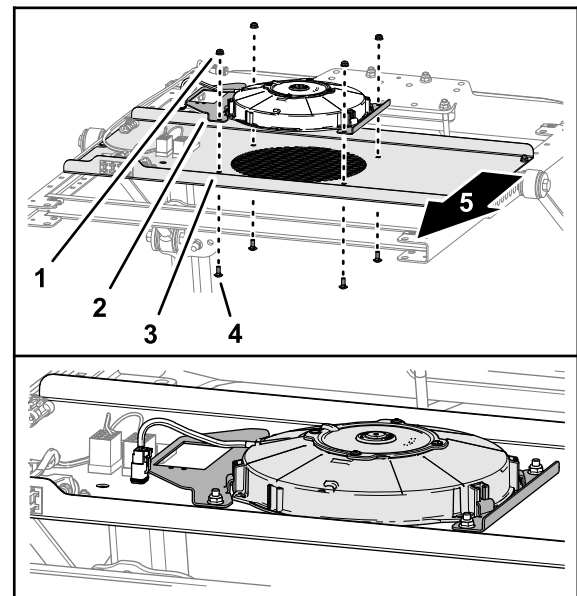

Figure 4
4. Placez les trous des supports du ventilateur en face du trou du panneau de commande, comme montré à la Figure 4.
- Fixez le ventilateur de refroidissement et les supports sur le panneau de commande (**Figure 4**) au moyen de 4 boulons de carrosserie (1/4" x 5/8") et 4 contre-écrous à embase (1/4").